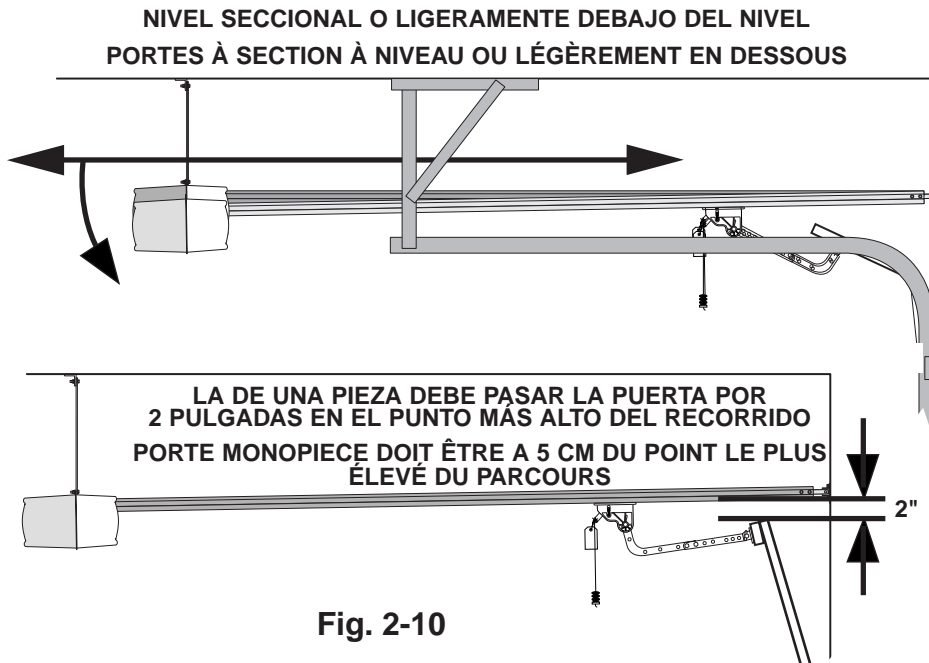

Fig. 2-10
- a. En las puertas en secciones, el riel debe estar a nivel con el piso o ligeramente debajo del nivel. **Fig. 2-10.**
- b. En las puertas de una sola pieza, el riel no debe interferir por unas 2 pulgadas. **Fig. 2-10.**
- a. pour des portes à sections, le rail doit être à niveau avec le sol ou légèrement en dessous du niveau. **Fig. 2-10.**
- b. pour des portes monopieces, il doit y avoir un intervalle de 5 cm du parcours le plus élevé. **Fig. 2-10.**